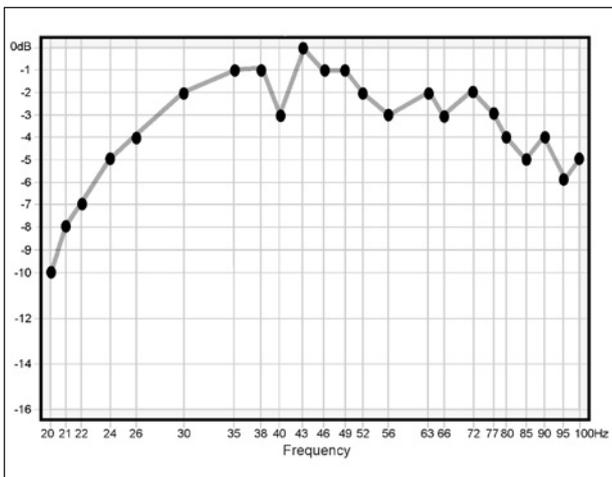

Abbildung 20. Optimaler Frequenzgang - keine Änderungen nötig
1. Nehmen Sie eine neue Testposition ein. Wählen Sie dann den Titel mit jener Frequenz, die dem tiefsten Punkt des Frequenzeinbruchs entspricht. In dem Beispiel aus Abb. 20 würden Sie Titel 14 mit einer Frequenz von 52 Hz und Titel 18 mit einer Frequenz von 40 Hz abspielen. Drücken Sie auf Play ►. Sie werden ein Messergebnis erzielen, das fast genau dem entspricht, das Sie zuvor hatten. Bewegen Sie nun das RSLM hin und her. Bleiben Sie dabei nach Möglichkeit in einem Bereich, der nur ca. 30 cm vom ursprünglichen Messpunkt entfernt ist. Beobachten Sie die Anzeige, während Sie das RSLM bewegen. Sie werden große Pegelunterschiede feststellen. Versuchen Sie eine Position für die Lautsprecher oder zum Messen zu finden, die den Frequenzverlauf bei diesen Frequenzen anhebt. Manchmal erweist es sich als hilfreich, das RSLM nach oben oder unten zu bewegen. Frequenzeinbrüche können auf jeder Achse auftreten. Jene Position, die den Pegel auf das Maß der benachbarten Messpunkte anhebt, ist Ihre neue Testposition.
Wenn Ihre Testergebnisse ähnlich aussehen, wie das Beispiel in Abb. 20, können Sie mit Ihrer Anlage mehr als zufrieden sein. Fahren Sie fort auf Seite 15 mit dem Kapitel „Abschließende Feineinstellung des Systems“.